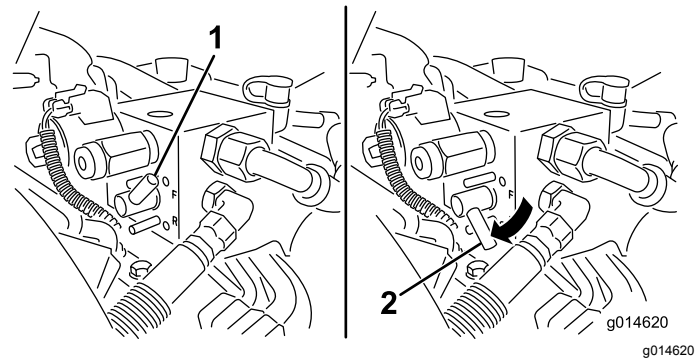

Bild 50
5. Drehen Sie den Lapphebel auf RÜCKWÄRTS (R) (Bild 50).